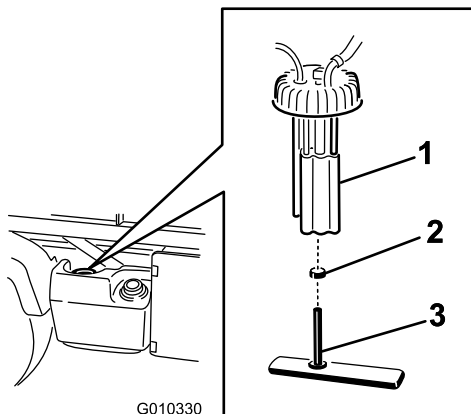

Bild 47
2. Ziehen Sie die Kabelbaumanschlüsse von der Kraftstoffpumpe ab (Bild 47).
3. Lösen Sie die Schlauchklemme und schließen Sie die Kraftstoffleitung von der Kraftstoffpumpenkappe ab (Bild 47).
4. Entfernen Sie die Kappe von der Oberseite des Ölbehälters (Bild 47).
5. Entfernen Sie die Kraftstoffpumpe und den Kraftstofffilter vom Tank (Bild 47).
7. Schließen Sie den Schlauch vom Anschlussstück ab (Bild 47).